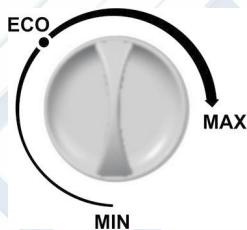

Рис. 3
7.2 Температурный режим в холодильной камере устанавливается путем поворота ручки терморегулятора 1, расположенной на панели воздухораспределителя до выбранного уровня по шкале температурного режима (рис.3). При этом: